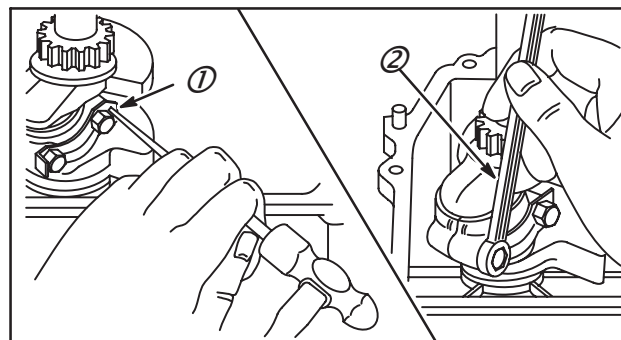

Fig. 1
1. Ouvrir les freins de bielle (1), quand il y en a, Fig.1. Les bielles sans freins utilisent une ou deux rondelles fines ou des vis à rondelle prisonnière. Sur les bielles avec lécheurs fixés par les deux vis, il n'y a pas de rondelle ni de frein de bielle.
2. Déposer le chapeau de bielle (2).